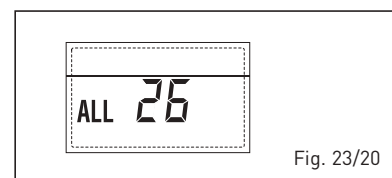

Fig. 23/20
- ANOMALIA COERENZA APPLICAZIONE SOLARE “ALL 27” (fig. 23/21)